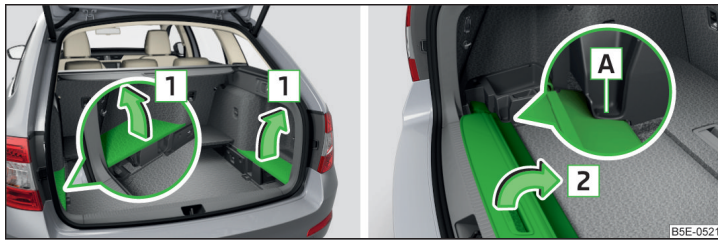

Abb. 137 Seitenabdeckungen herausnehmen / Aufrollbare Gepäckraumabdeckung verstauen
- Die Seitenabdeckungen in Richtung der Pfeile **1** herausnehmen » Abb. 137.